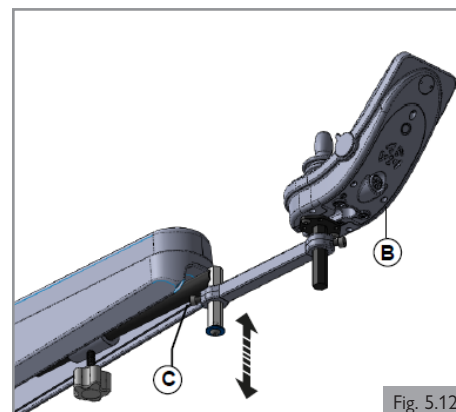
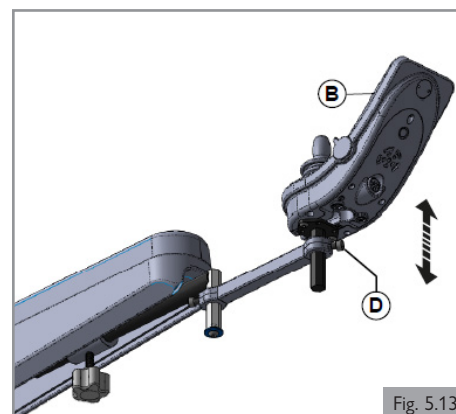

Fig. 5.12
Fig. 5.13
Pré-réglage de la hauteur du boîtier de commande (1) (Fig. 5.12)
1. Desserrez la vis (C).
2. Faites glisser le boîtier de commande (B) à la hauteur souhaitée.
3. Serrez la vis (C). Consultez la section 8 pour connaître les valeurs de couple M6.
Pré-réglage de la hauteur du boîtier de commande (2) (Fig. 5.13)
1. Desserrez la vis (D).
3. Serrez la vis (D). Consultez la section 8 pour connaître les valeurs de couple M6.